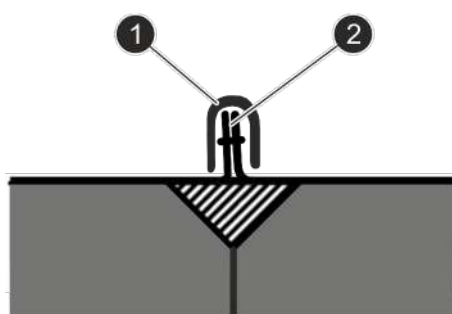

Fig. 35: Perfil de cantonera
4. → Fije el perfil de cantonera (Fig. 35/1) con un martillo de plástico sobre ambos perfiles en L (Fig. 35/2).